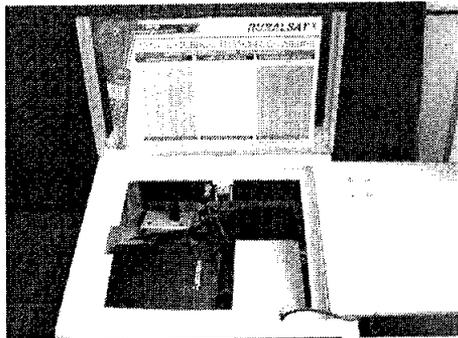

FIG. 25
- 13. Coloque la hoja de tarifa y la hoja de cobro por minuto (fig. 25 y 26).